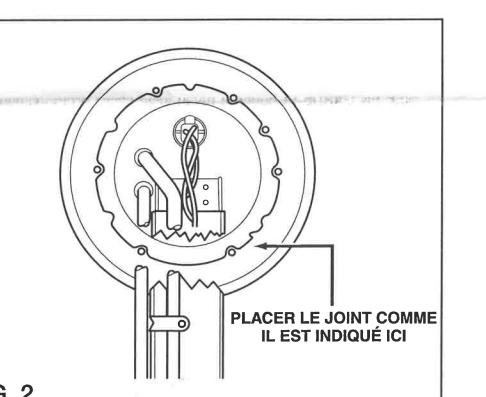

FIG. 2
- P) Déposer le vieux joint d'étanchéité du réservoir et y installer le nouveau joint d'étanchéité dans le support de la pompe (voir la figure 2).
- G) Déposer le vieux joint d'étanchéité du réservoir et y installer le nouveau joint d'étanchéité dans le support de la pompe (voir la figure 2).
- P) Remove the old tank seal and install the new tank seal onto the pump bracket flange. (See Fig. 2.)